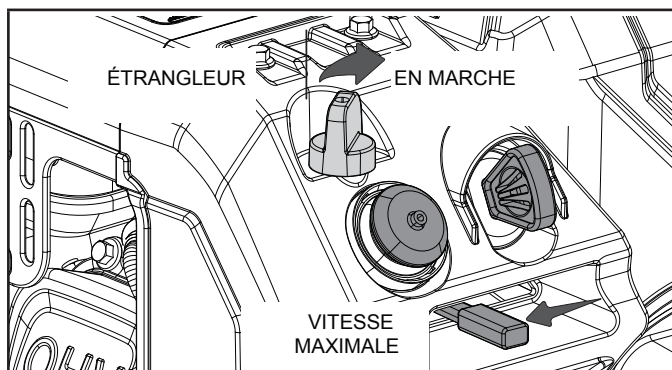

Figure 16
2. Pour démarrer un moteur chaud : (fig. 16).